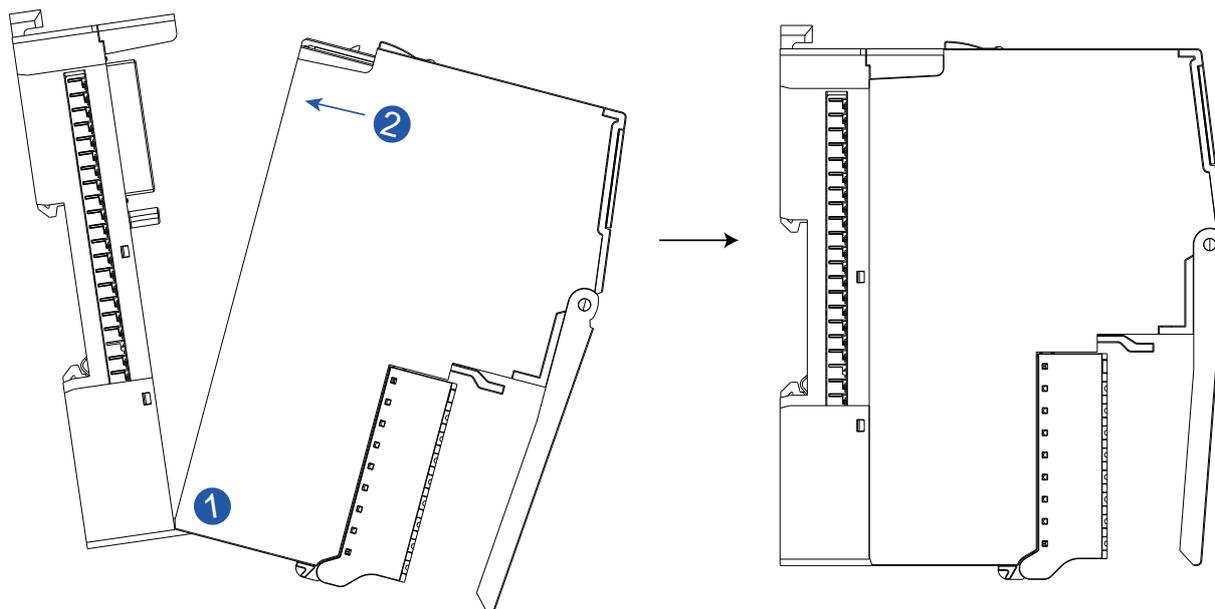

图 9-5 安装 I/O 模块
1. 将模块下方卡到基座的转轴上，如图 9-5 中 ① 所示；
2. 沿图 9-5 中 ② 所示方向推动模块，直至听到“咔”的一声，表示模块安装到位。